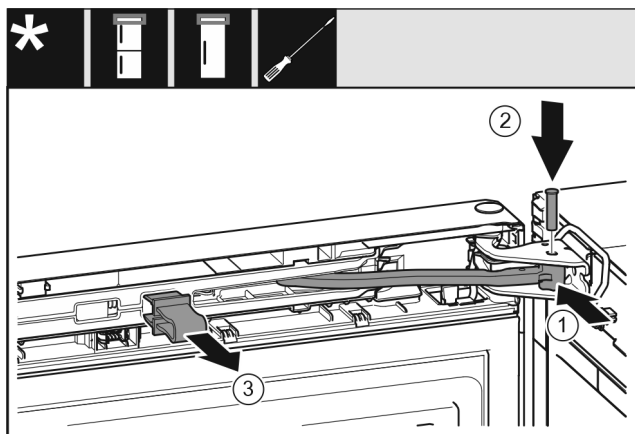

Fig. 45
- ▶ Ruotare il giunto Fig. 45 (1) nel blocco di supporto.
- ▶ Inserire il perno Fig. 45 (2) nel blocco di supporto e nel giunto. Assicurarsi che la camma di arresto sia posizionata correttamente nella scanalatura.
- ▶ Rimuovere il fusibile Fig. 45 (3).